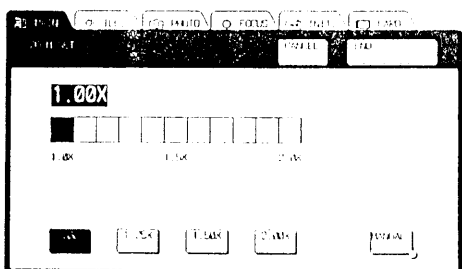

図 31
2 ズーム変倍設定(ZOOM) (図31,32)
- 1) **[ZOOM]** を押すと、図31のズーム変倍設定の画面となります。